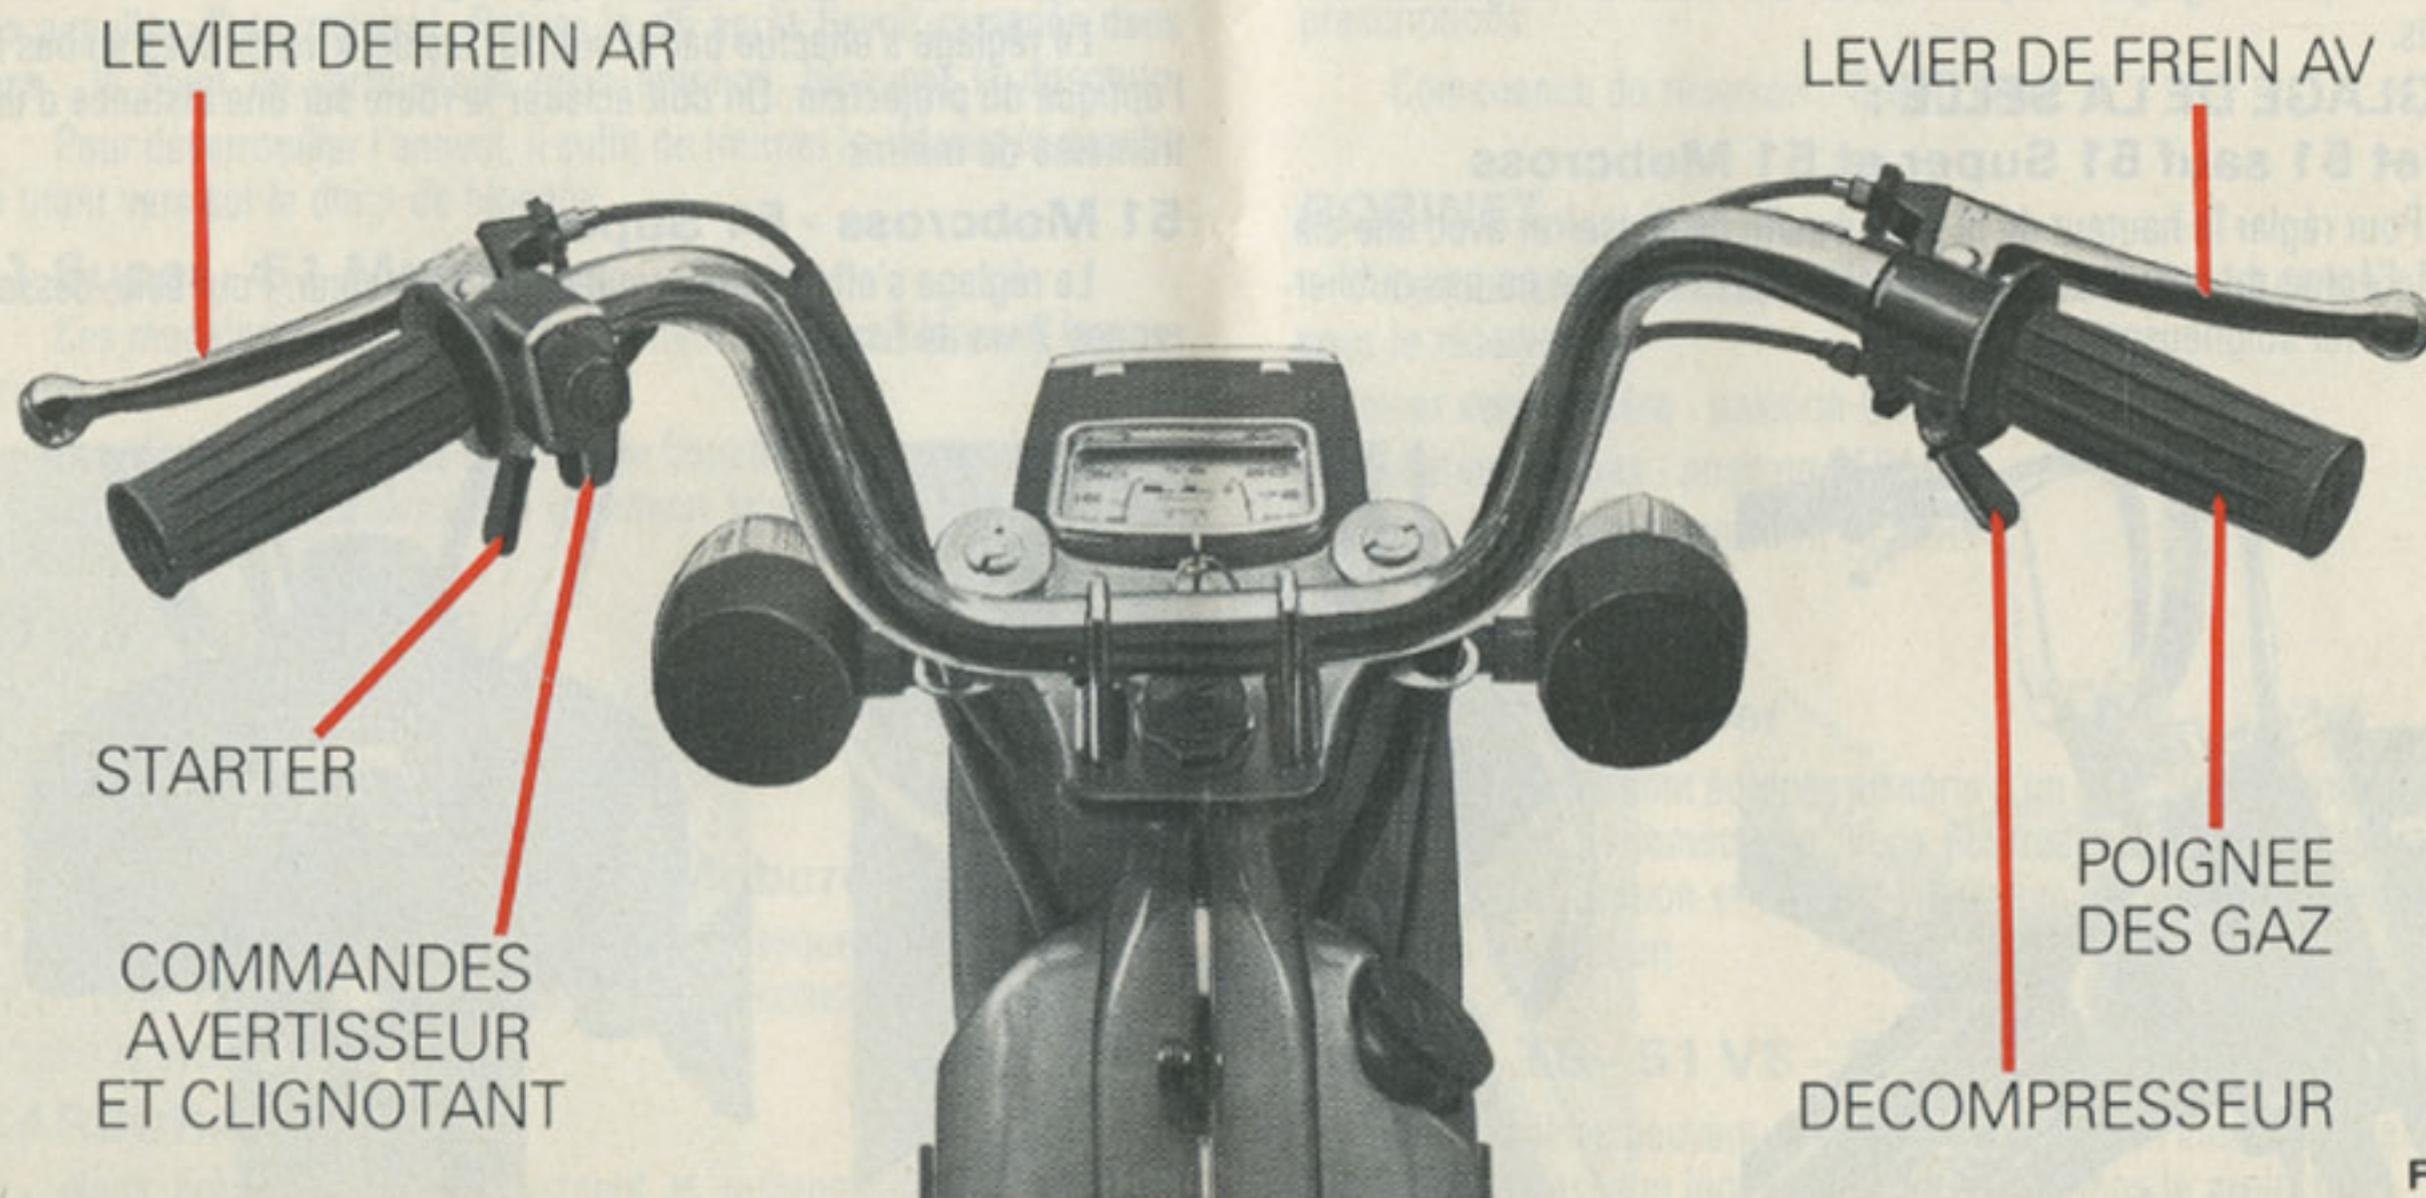

Fig. 2
Pour faciliter le départ, agissez sur le levier situé sur le guidon à main gauche et commandant le starter (Fig. 2). Ce levier est manœuvrable sans que vous ayez à lâcher le guidon. Vous ne devez le maintenir que quelques instants. Il est automatiquement rappelé par un ressort quand vous lâchez le levier. Insistez plus particulièrement par temps froid.
- 1 - En gardant le levier de décompresseur en action et en laissant la poignée des gaz (Fig. 2) à la position fermée, lancer le moteur en appuyant énergiquement sur la pédale et en accompagnant celle-ci jusqu'au bas de sa course.
- 3 - Arrêter la roue arrière d'un coup de frein (Fig. 2), levier de frein arrière à gauche, et laisser tourner au ralenti. Remettre la machine sur roues et partir en ouvrant les gaz.
- 1 - Décompresser en actionnant le levier situé à main droite (Fig. 2) et pédaler comme sur une bicyclette, en gardant la poignée des gaz (Fig. 2) en position fermée.